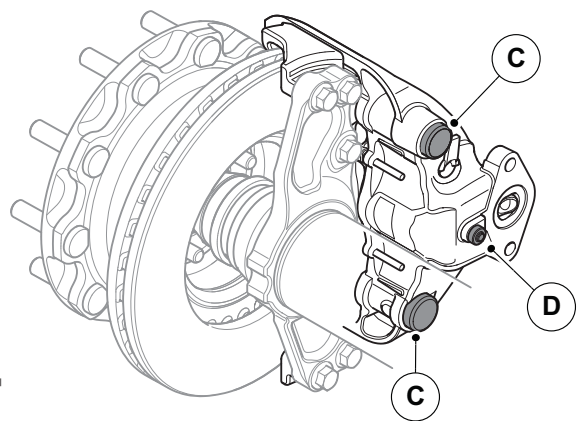

Figura 20. Las tres tapas protectoras
5. Las tres tapas protectoras; dos para proteger la guía de deslizamiento (C) y otra para el mecanismo (D), véase la figura 20.